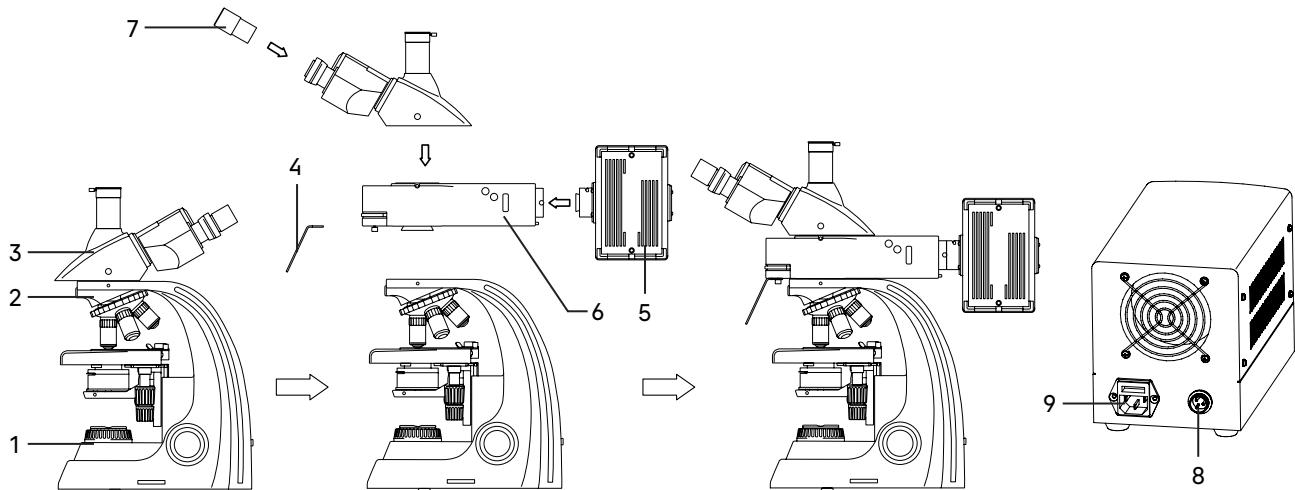

Рис. 6. Установка составных частей
Процесс установки (монтажа) показан на рис. 6.
9. Установите ртутную лампу, как показано на рис. 6б.
Рис. 6б. Установка ртутной лампы